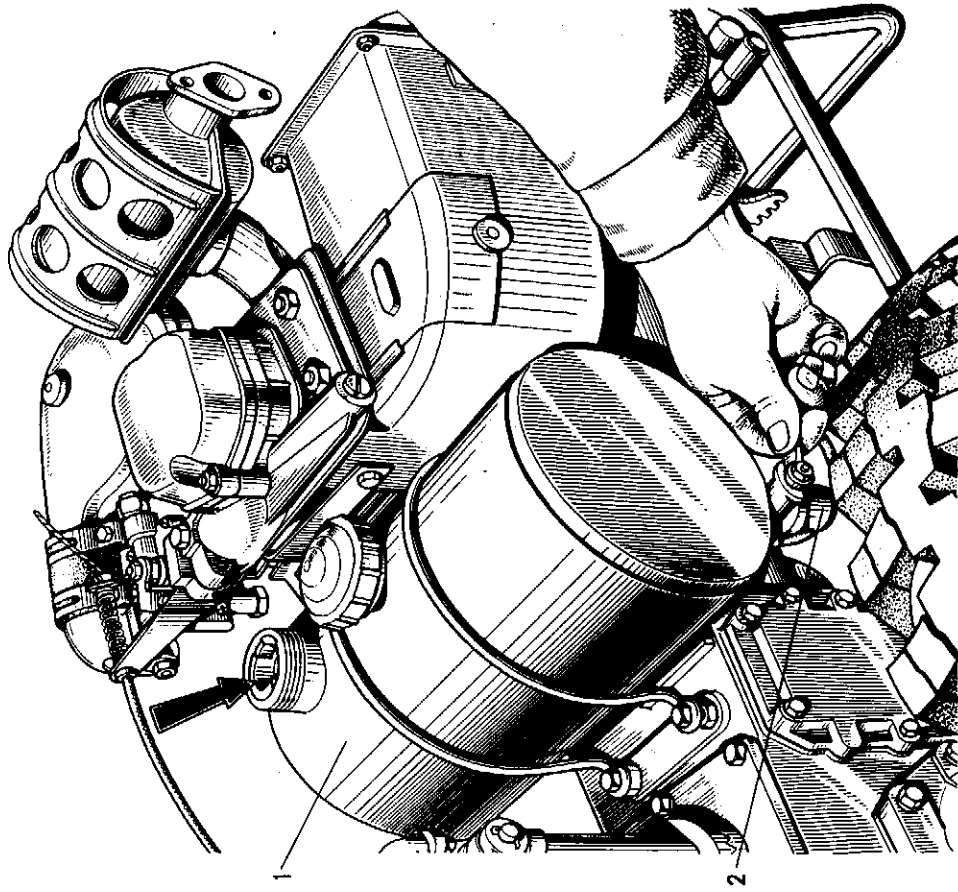
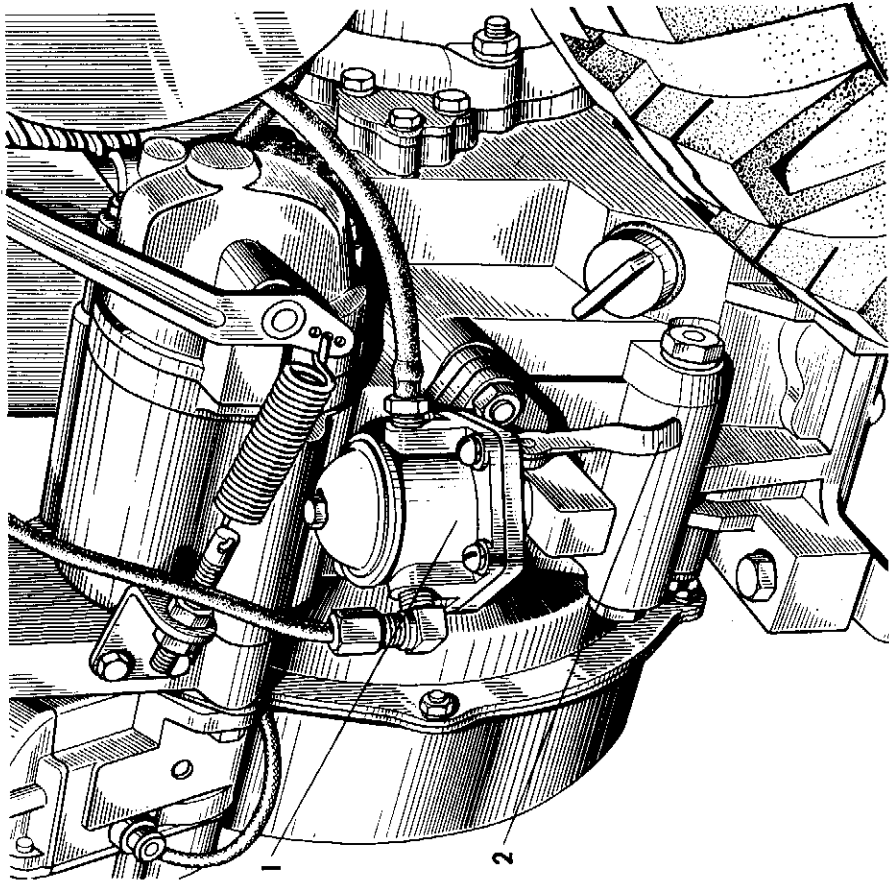

Рис. 14. Топливный бак мотоблока:
Рис. 15. Топливный насос двигателя:
- 6.2.2. Откройте краник 2 топливного бака 1 (рис. 14), подкачайте топливо рычагом 2 (рис. 15) ручной подкачки, нажмите кнопку утопителя бензина (рис. 16) поплавковой камеры карбюратора до момента вытекания бензина из-под колпачка утопителя.